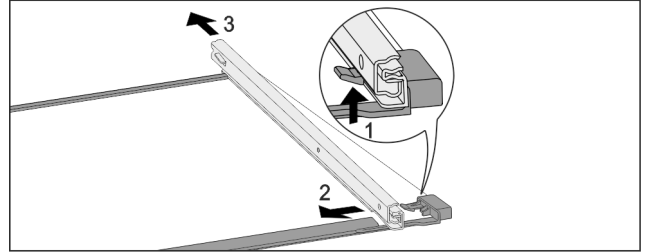

Fig. 205 Üveglap sínekkel
- ▶ Nyomja felfelé az előlő akasztókampót. Fig. 205 (1)
- ▶ Tolja ki oldalra Fig. 205 (2) és hátra Fig. 205 (3) a kihúzó-sínt.